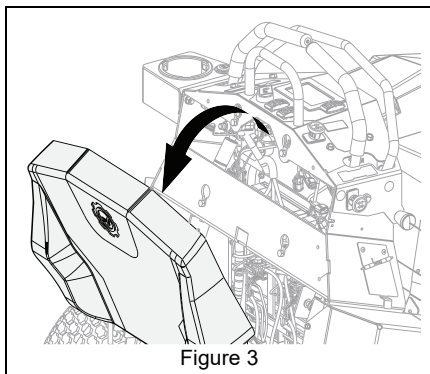

Figure 3
1. Tirer le dossier de l'opérateur vers le haut, puis vers l'arrière pour le déposer. Voir Figure 3.